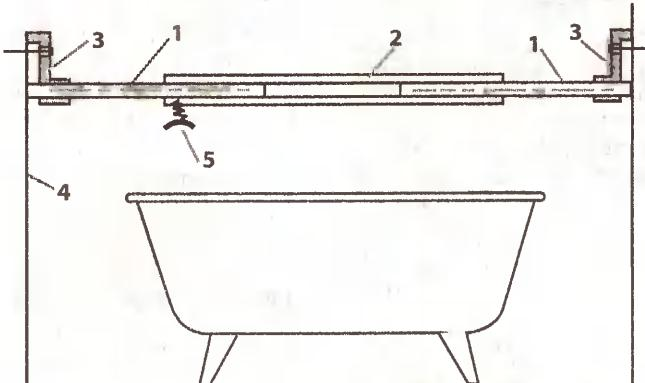

Рис. 1
**Способ №1.** Поручень представляет собой конструкцию из двух полых металлических стержней 1 и трубы 2 (рис. 1). Одним концом вставляем стержни в надежные кронштейны 3, привинченные к стене 4. Между вторыми концами стержней оставляем расстояние, позволяющее беспрепятственно заходить в ванну.